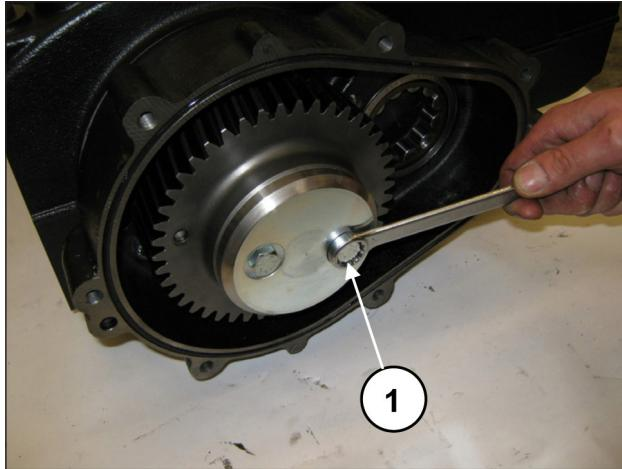

Fig. 12
Dévisser les vis de fixation de l'immobilisateur de couronne (rep. ①, Fig. 12) et le déposer (rep. ①, Fig. 13).